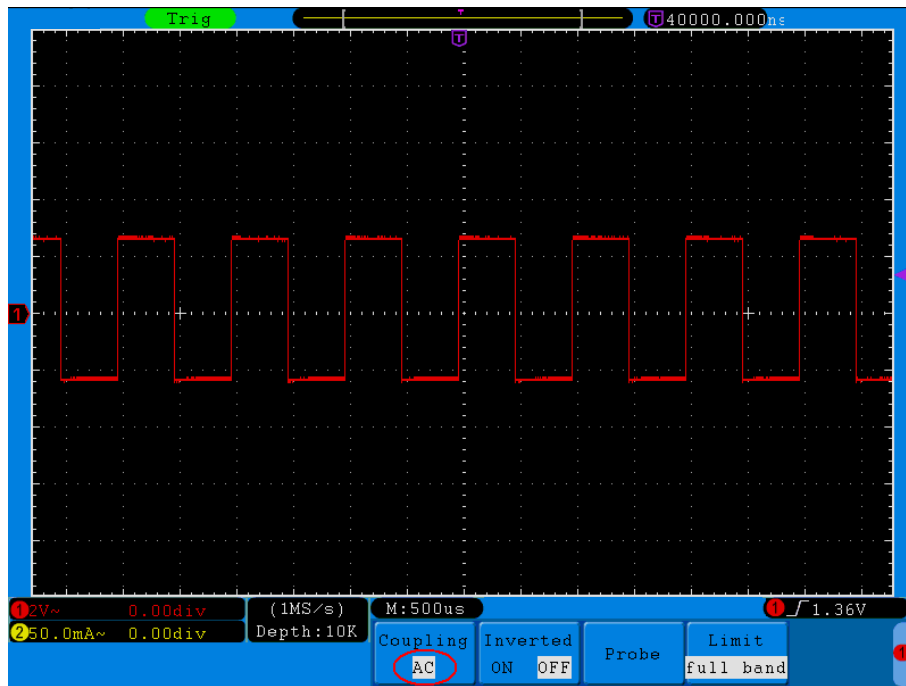

図 5-2 交流カップリング波形図
- (4) F2 ボタンを押してカップリングを交流(AC)に指定し、交流カップリング方式に設定します。被測定信号に含まれる直流成分が阻止されます。波形は図 5-2 を参照してください。